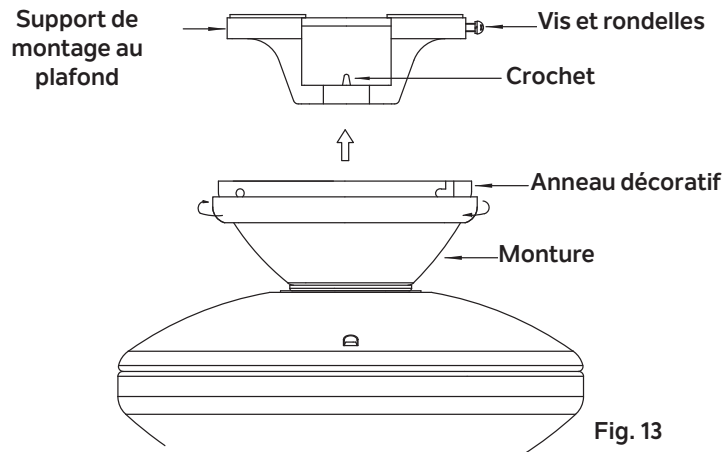

Fig. 13
Étape 3. Assurez-vous que les quatre vis de montage sont bien serrées. (Fig. 13)